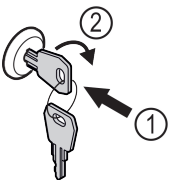

Fig. 133
- ▶ Вдавити ключ Fig. 133 (1).
- ▶ Повернути ключ на 90° за годинниковою стрілкою Fig. 133 (2).